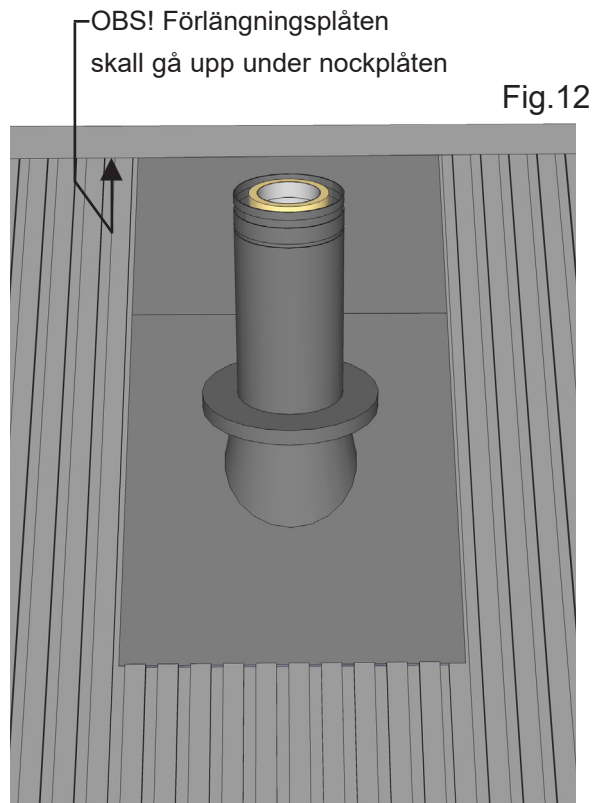

Fig.12
4. Montera takstosen genom att trä den över skorstenen och ned mot teglet/plåttaket. Vid tegeltak kan den övre delen av takstosen träs in under tegelpannorna alternativt att gummiduk MGD (extra tillbehör) limmas på stosens överdel och läggs under pannorna. Vid plåttak monterar en förlängningsplåt ovanpå takstosens översida och vidare efter plåttakets ovansida och upp under taknocksplåten. Se Fig 12 och 13.